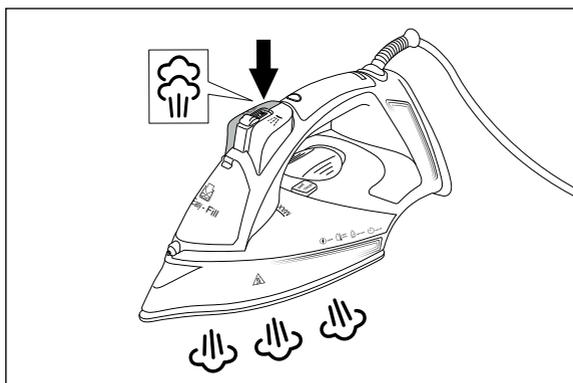

Fig. 6
- 3) Premere brevemente e ripetutamente ad intervalli di circa 5 secondi il tasto per il getto di vapore **4** (vedere fig. 6).
- 5) Puntare lo spruzzatore dell'acqua **1** su un asciugamano e premere il tasto per la funzione spruzzo **5** circa 20 volte (vedere fig. 6).
- 9) Per decalcificare la piastra ⑪, collocare il ferro da stiro a vapore in un recipiente piatto di dimensioni sufficienti (ad es. una ciotola piatta). In questo recipiente si è precedentemente versato il resto della miscela decalcificante (vedere il passo 3).
- 12) Versare acqua pulita nel recipiente e immergervi la piastra ⑪ un paio di volte per sciacquarla.
- 13) Togliere il ferro da stiro a vapore dal recipiente e asciugare la piastra ⑪ con un panno morbido.
① **Nota**
- ▶ Dopo aver eliminato il calcare dal ferro da stiro a vapore, eseguire sempre due risciacqui con il tasto **self clean** ⑫. L'impiego del decalcificante non è adatto senza un accurato risciacquo finale del serbatoio dell'acqua ⑬ con acqua di rubinetto o acqua distillata.